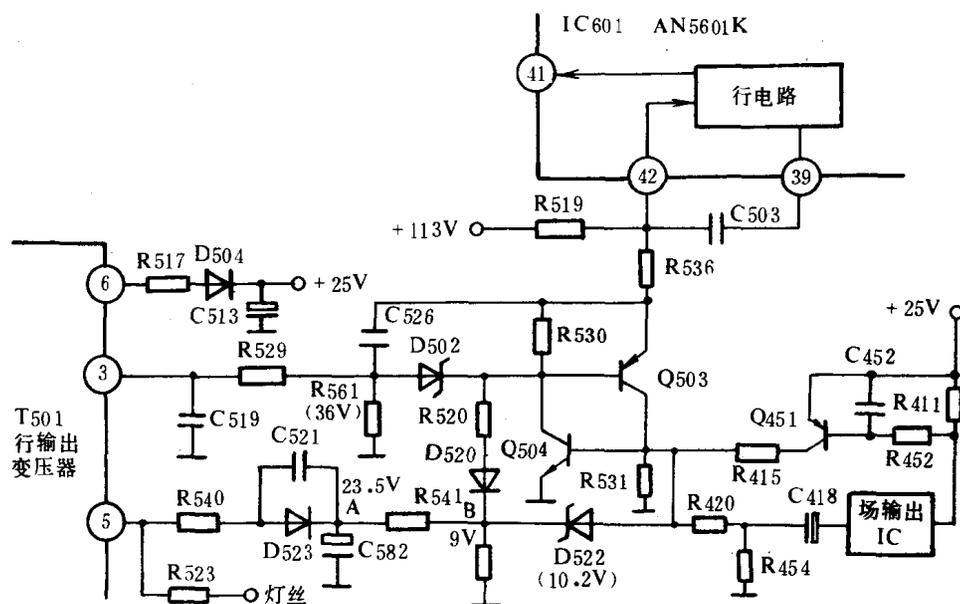

图 1-5 保护电路
这部分电路很重要，很多故障最终都将引起保护电路动作。电路如图 1-5 所示，主要由 Q451、Q503、Q504、D502、D520、D522、D523 等元件组成，负责监视下列工作情况：
(3) 行输出变压器内部短路
b. 短路使输出电压下降。正常时图 1-5 中的 A 点电位约 23.5V,B 点电位约 9V,二极管 D520 的正极电压为 8V,处于截止状态。短路后 A 点电位达不到 23.5V,因此 D520 变成导通状态,Q503、Q504 导通,行电路停止工作。
(4) 显像管灯丝电压过高